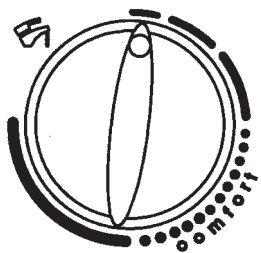

Figure 2
Quand on positionne la poignée (7) dans le secteur (figure 2), la fonction de préchauffage de la miniaccumulation n'est pas activée. Dans ces conditions, la chaudière assure pour l'eau sanitaire une température fixe de 50 °C. La fonction préchauffage est activée dans le champ de réglage restant de la poignée (7).